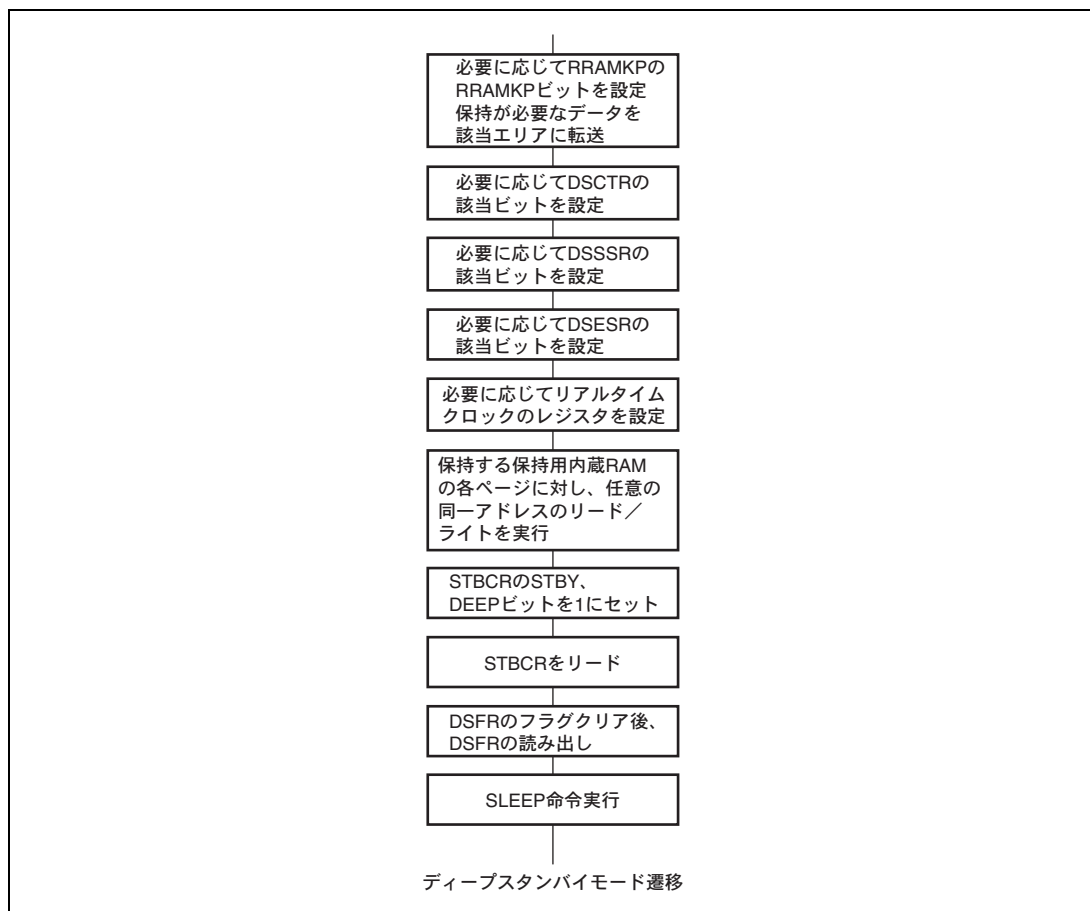

図 9.2 ディープスタンバイモード遷移フロー
ディープスタンバイモードへ遷移する手順を以下に示します。また、そのフローを図 9.2 に示します。
3. 図 9.2 の処理を行い、ディープスタンバイモードに遷移。1.、2. の処理によりディープスタンバイ中 HIFRDY がマスク状態で固定されます。